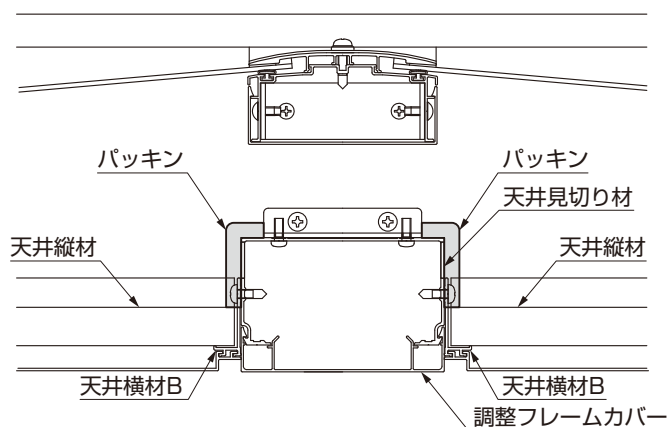

図4-24
⑪天井横枠Bと天井見切り材の端部とフレームとの隙間が隠れるようにパッキンを貼ってください。(図4-24参照)